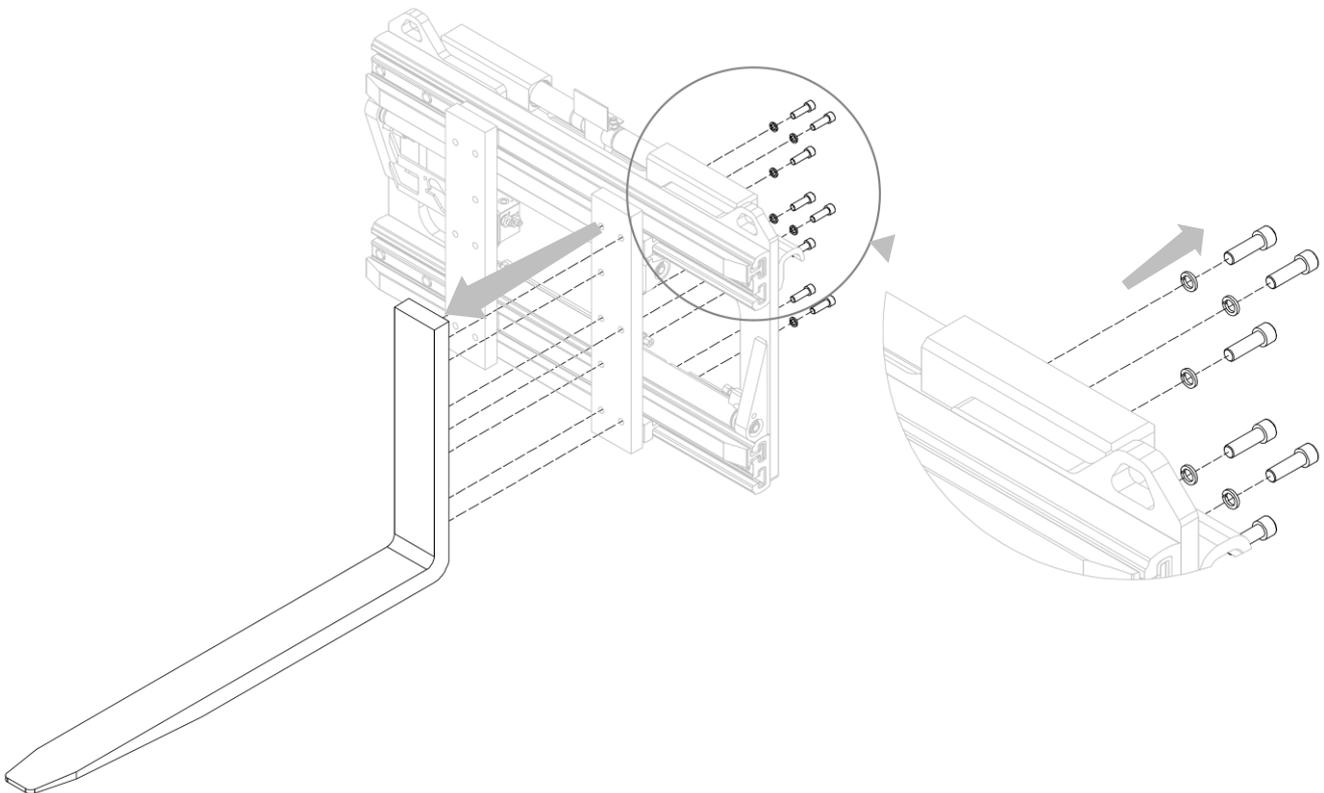

Abbildung 21
2. Entfernen Sie nacheinander die Gabelzinken, nachdem Sie die entsprechenden Befestigungsschrauben abgeschraubt haben (siehe *Abbildung 21*).